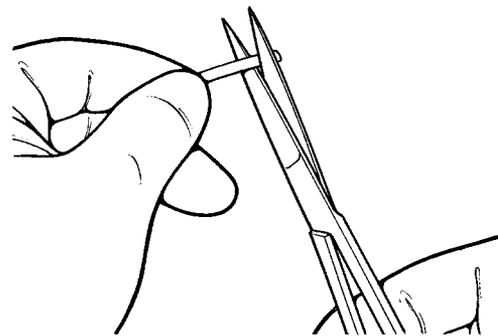

Figura 4-21. Taglio del tubo
1. Tagliare il tubo (Figura 4-21) per adattarlo all'anatomia del paziente.